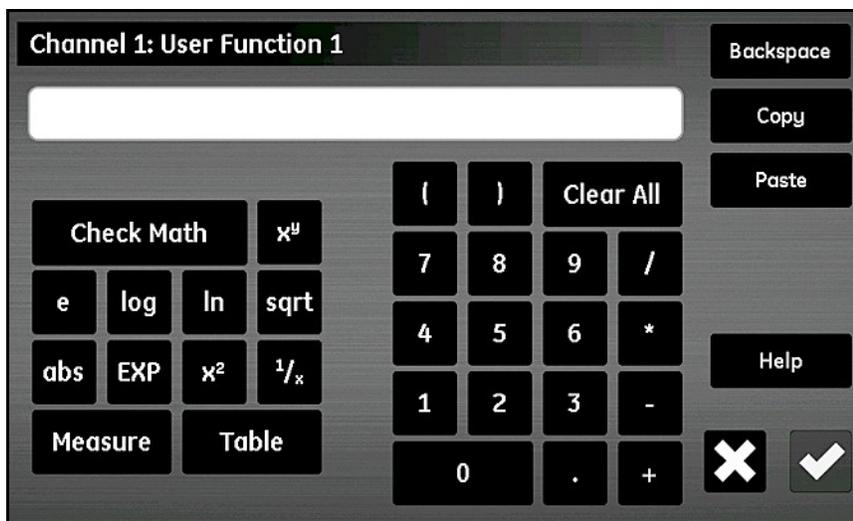

Рис. 61: Экран уравнений пользовательских функций
3. Нажмите кнопку **User Function (Пользовательская функция)** и выберите имя функции (**Func 1**, **Func 2**, **Func 3** или **Func 4**). После этого щелкните большое текстовое поле прямо под кнопкой **Channel (Канал)**, при этом должен открыться экран *Channel x:User Function y (Канал x: пользовательская функция y)*, как показано на Рис. 61 ниже, где можно ввести уравнение функции. После ввода уравнения нажмите кнопку **Check (Проверить)**, чтобы вернуться на экран *User Function Setup (Настройка пользовательских функций)*.
Кнопки на Рис. 61 выше позволяют использовать стандартные математические функции, а также просматривать данных из предварительно заданных пользовательских таблиц (см. “Ввод пользовательских таблиц” на стр. 67). Кнопка **Check Math (Проверить математические вычисления)** служит для обнаружения ошибок в заданном неравенстве. Кроме того, в любой момент можно нажать кнопку **Clear All (Очистить все)**, чтобы начать заново. Кнопки **Copy (Копировать)** и **Paste (Вставить)** в верхнем правом углу экрана можно использовать для копирования данных из одной пользовательской функции в другую, чтобы не вводить одну и ту же информацию несколько раз.